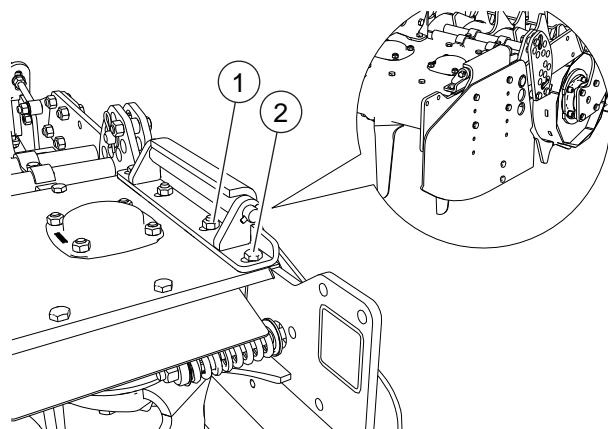

FIG. 17
- Desenroscar los tornillos (2, "Fig. 17") y las tuercas (1).